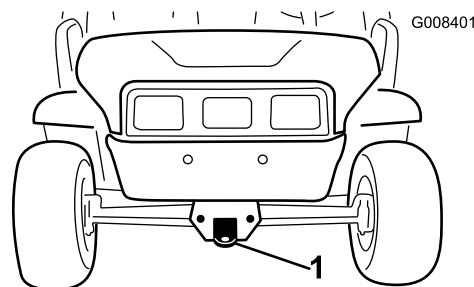
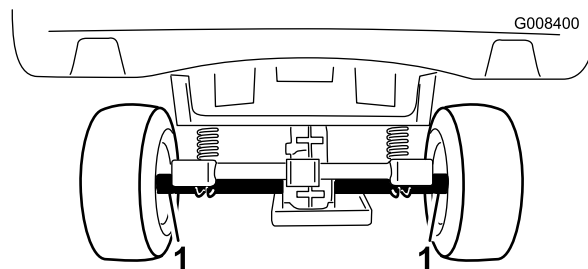

Figura 18
Figura 19
Consulte en Figura 18 y Figura 19 la ubicación de los puntos de amarre de la máquina.
2. Conecte un cable de remolque al punto de remolque, en la parte delantera del bastidor de la máquina (Figura 18).